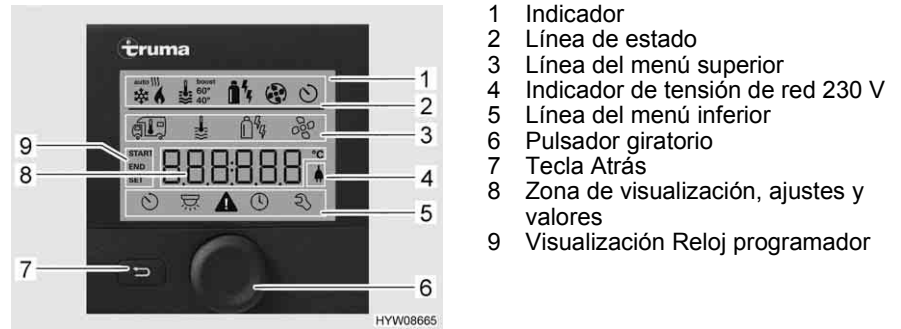
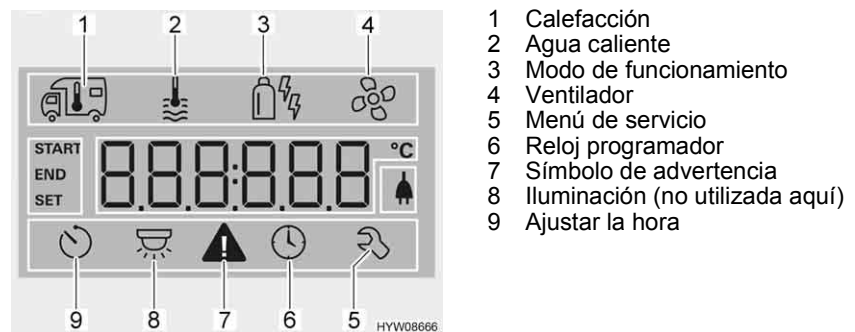

Fig. 165 Unidad de mando con visualizaciones
Fig. 166 Display
- Línea de estado (Fig. 165,2)
- Línea del menú superior (Fig. 165,3)
- Zona de visualización (Fig. 165,8)
- Línea del menú inferior (Fig. 165,5)
- Pulsar el pulsador giratorio (Fig. 165,6) por aprox. 3 segundos. Se visualizarán las dos líneas de menú (Fig. 165,3 y Fig. 165,5). El primer símbolo parpadeará.
- Girar el pulsador giratorio (Fig. 165,6) hasta que parpadee el símbolo de menú deseado.
- Pulsar el pulsador giratorio para guardar el valor ajustado. Si sin embargo no se desea cambiar el valor ajustado originalmente: Pulsar la tecla Atrás (Fig. 165,7).
- Girar el pulsador giratorio (Fig. 165,6) hasta que parpadee el símbolo de menú Calefacción (Fig. 166,1).
- Pulsar el pulsador giratorio para guardar el valor ajustado. El símbolo en la línea de estado (Fig. 165,2) parpadeará hasta que se haya alcanzado la temperatura ambiente ajustada. Si sin embargo no se desea cambiar el valor ajustado originalmente: Pulsar la tecla Atrás (Fig. 165,7).
- Girar el pulsador giratorio (Fig. 165,6) hasta que parpadee el símbolo de menú Agua caliente (Fig. 165,2).
- Pulsar el pulsador giratorio para guardar el valor ajustado. El símbolo en la línea de estado (Fig. 165,2) parpadeará hasta que se haya alcanzado la temperatura de agua caliente ajustada. Si sin embargo no se desea cambiar el valor ajustado originalmente: Pulsar la tecla Atrás (Fig. 165,7).
- Girar el pulsador giratorio (Fig. 165,6) hasta que parpadee el símbolo de menú de modo de funcionamiento (Fig. 166,3).
- Pulsar el pulsador giratorio para guardar el modo de funcionamiento ajustado. Si sin embargo no se desea cambiar el modo de funcionamiento ajustado originalmente: Pulsar la tecla Atrás (Fig. 165,7).
- Girar el pulsador giratorio (Fig. 165,6) hasta que parpadee el símbolo de menú Ventilador (Fig. 166,4).
- Girar el pulsador giratorio (Fig. 165,6) hasta que parpadee el símbolo de menú Reloj programador (Fig. 166,6).
- Pulsar el pulsador giratorio. El reloj programador estará activado. El símbolo Reloj programador (Fig. 166,6) parpadeará si el reloj programador está programado y activo.
En caso de una advertencia, parpadeará el símbolo de advertencia (Fig. 166,7). La calefacción continuará funcionando. Si sólo se trata de una avería temporal, el símbolo de advertencia se apagará automáticamente.